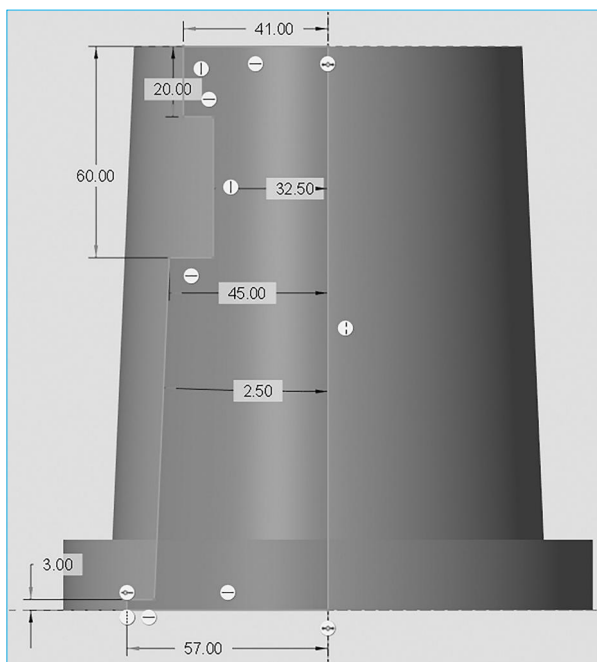
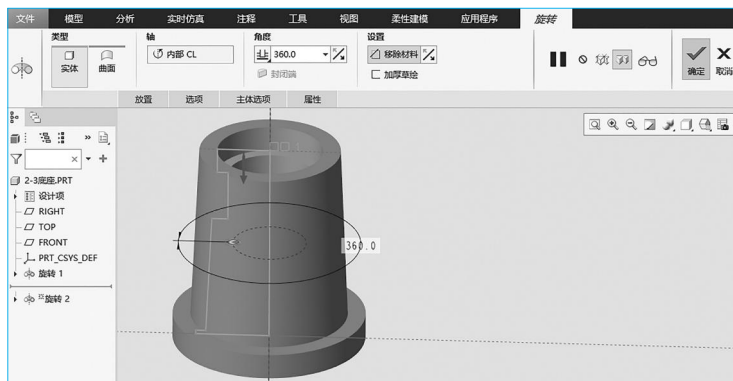
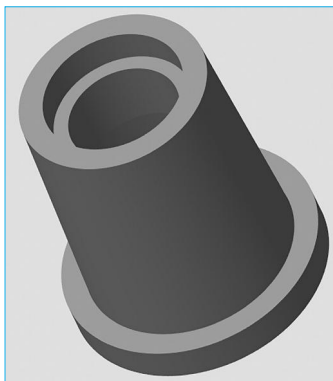

图 2-37 曲线绘制
图 2-38 预览效果
图 2-39 孔效果
(1) 执行  旋转 命令, 选中 FRONT 基准面为草绘平面, 单击视图控制工具条中的  按钮, 摆正视图。
(2) 单击  中心线 按钮, 绘制竖直中心线做旋转轴, 单击  线 按钮, 绘制需要的旋转区域。根据图样参数进行标注, 选中所有参数, 单击  修改 按钮, 对参数进行修改, 效果如图 2-37 所示, 单击  确定 按钮, 预览效果如图 2-38 所示, 单击  完成旋转操作, 孔效果如图 2-39 所示。